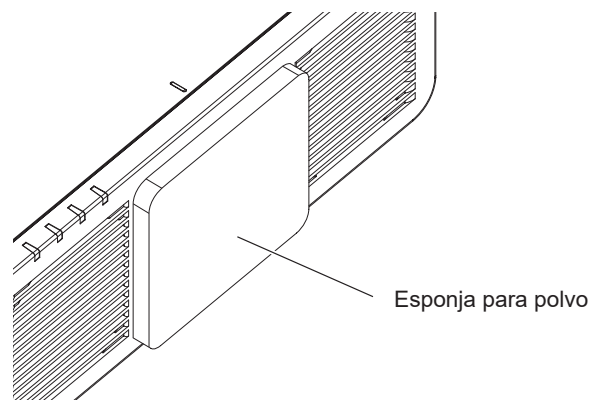

Figura 1
- 1) Quite la esponja para polvo. (Figura 1)